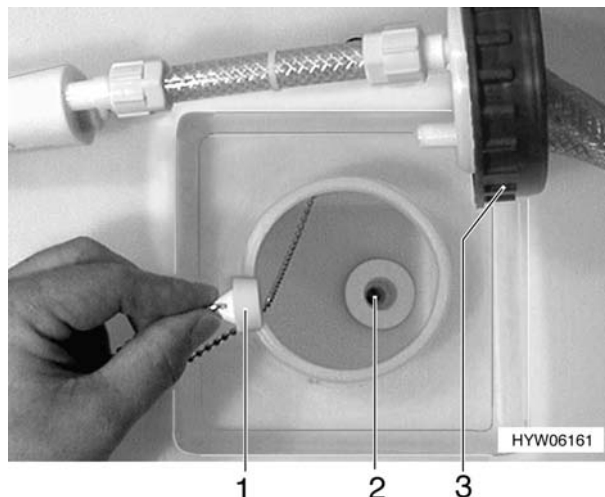

Fig. 182 Serbatoio dell'acqua, tappo di chiusura (variante 1)
**Variante 1 (Fig. 182):**
- Chiudere l'apertura di scarico (Fig. 182,2) nel serbatoio dell'acqua con il tappo di chiusura in dotazione (Fig. 182,1).
### **Variante 1 (Fig. 182):**
- Estrarre il tappo di chiusura (Fig. 182,1).